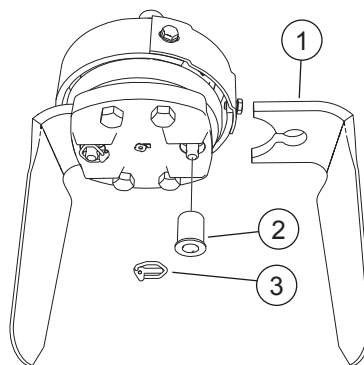

FIG. 38
- Enlever la goupille (3, “Fig. 38”).
- Extraire la douille (2).
- Extraire la lame (1).